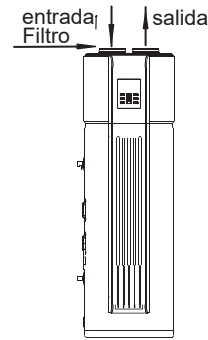

Figura 3-8
- 5) Instalación del filtro en la entrada de la unidad. En cuanto a la unidad con conducto, el filtro debe colocarse en la posición de entrada del conducto. (Figura 3-8/3-9)